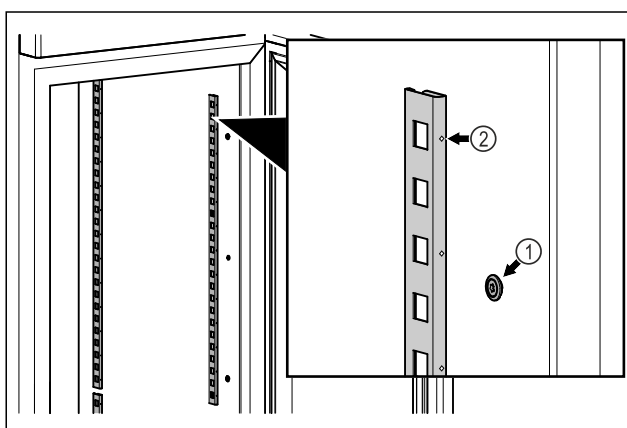

Fig. 17 Représentation à titre d'exemple
- Accrocher les bandes d'encliquetage dans la suspension Fig. 17 (1). Le repère Fig. 17 (2) doit pointer vers l'avant.